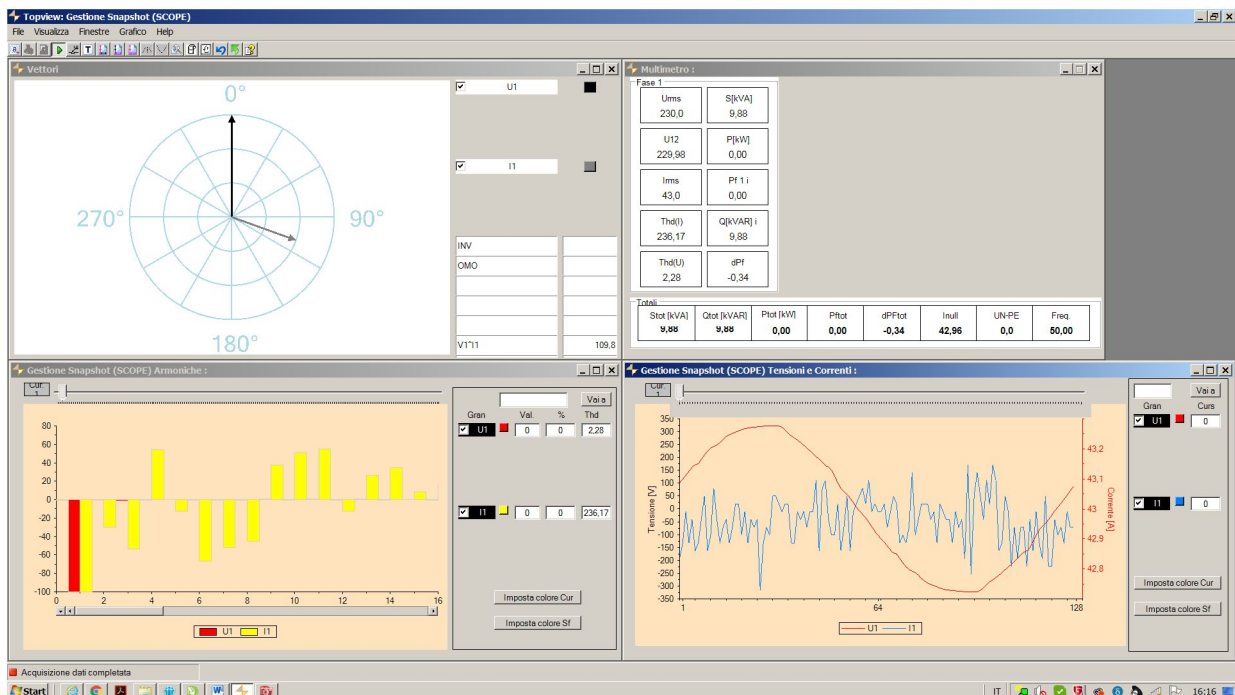

Abb. 20: Echtzeit-Anzeige von Parametern
8. Klicken Sie auf die Schaltfläche **"Next"**, um die Echtzeit-Anzeige von Werten in Form von Tabellen, Wellenformen, Harmonischen Diagrammen und Vektordiagrammen zu öffnen, wie in der Abb.20